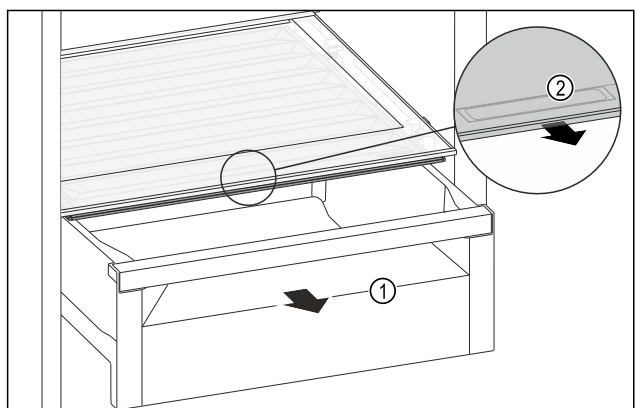

Fig. 81
- ▶ Extrageți sertarul Fig. 81 (1).
- ▶ Prindeți mânerul încadrat Fig. 81 (2) de la capacul compartimentului și trageți concomitent capacul compartimentului spre partea frontală.